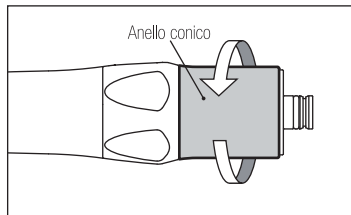

Fig. 10
- 1) Svitare e rimuovere l'anello conico sul retro del manipolo (Fig.10).